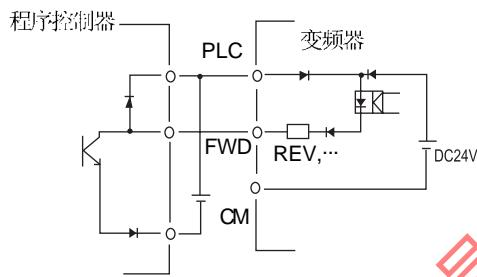

图 2-3-11
(2) 接点输入端子 (FWD, REV, X1-X9, PLC, CM)
- ①接点信号输入端子 (FWD、REV、X1-X9 等) 和 CM 端子间一般是闭合/断开 (ON/OFF) 动作。使用外部电源配合程序控制器的开路集电极输出 ON/OFF 控制，有时会发生电源窜扰，造成误动作。在这种场合，应使用 PLC 端子，按图 2-3-11 所示方法连接。
- ②接点输入控制时，为防止发生接触不良，应使用对弱信号接触可靠性高的接点。